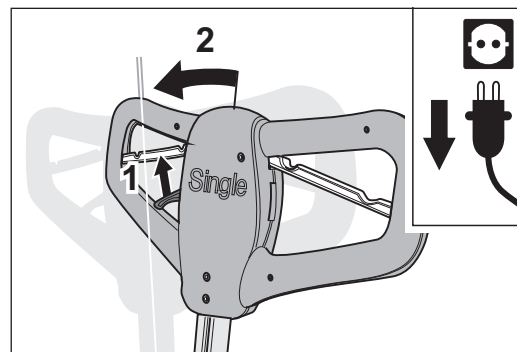

Abb. 41 Am Verstellhebel ziehen um die Verriegelung zu lösen (1) und den Stiel bis zum Anschlag hochstellen (2).
- Ziehen Sie den Verstellhebel am Handgriff nach oben, um die Verriegelung des Stiels zu lösen (Abb. 41, 1). Stellen Sie den Stiel über die senkrechte Position hinaus bis zum Anschlag (Abb. 41, 2).